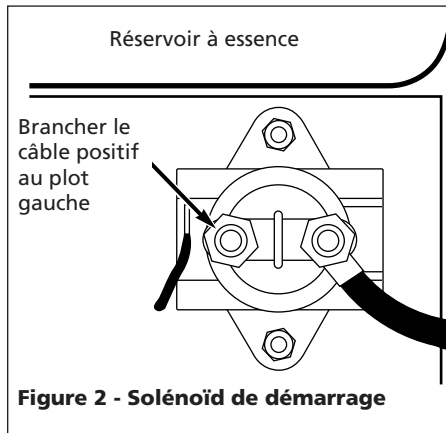

Figure 2 - Solénoïd de démarrage
3. Brancher le câble de batterie positif (rouge) au plot gauche et installer à nouveau l'écrou d'1/4 po. Serrer l'écrou à la main et encore un tour. (Voir Figure 2).